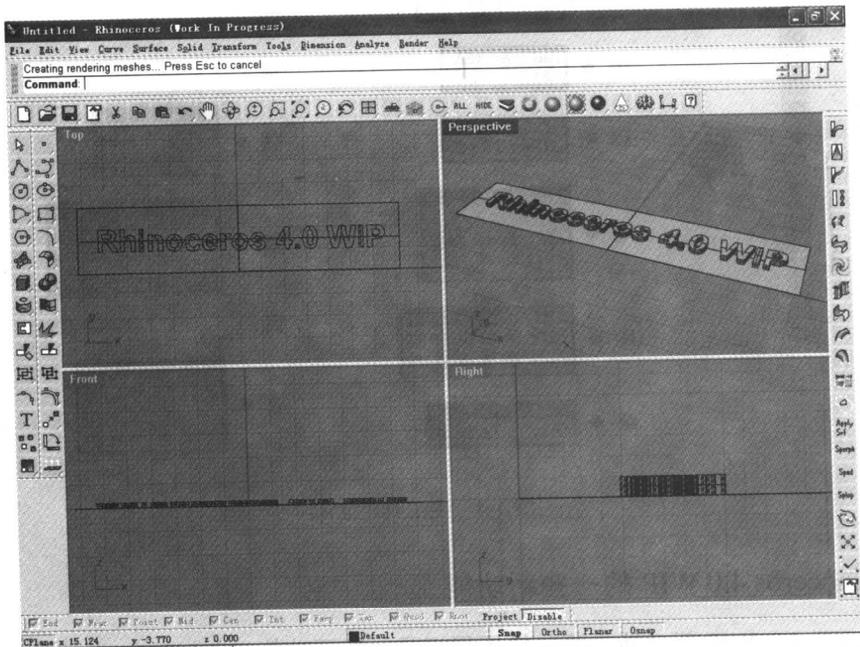

图 1-6 创建平面和字体
(2) 在 Top 视图中创建一个平面和一些字体实体，如图 1-6 所示。